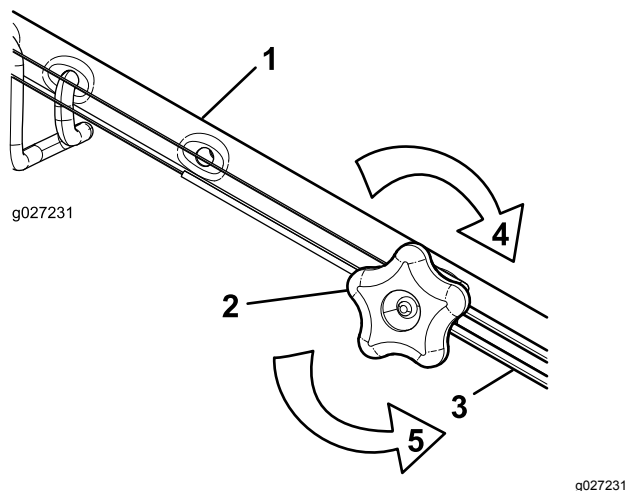

Рисунок 34
1. Поверните ручку регулировки против часовой стрелки, чтобы ослабить затяжку троса (Рисунок 34).
2. Отрегулируйте натяжение троса (Рисунок 34), потянув его назад или вперед, затем удерживайте в этом положении.